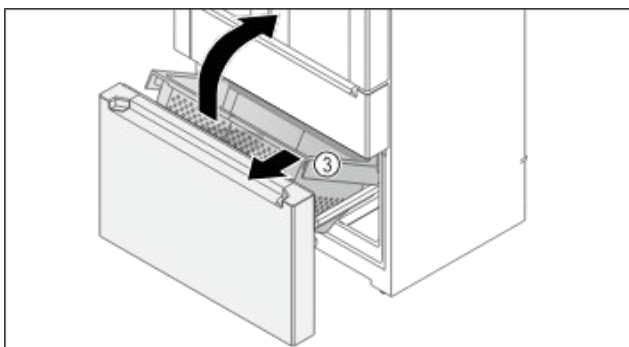

Fig. 152
- ▶ Приподнимите контейнер Fig. 152 (3) спереди.
- ▶ Извлеките контейнер Fig. 152 (3) под углом по направлению вперед.